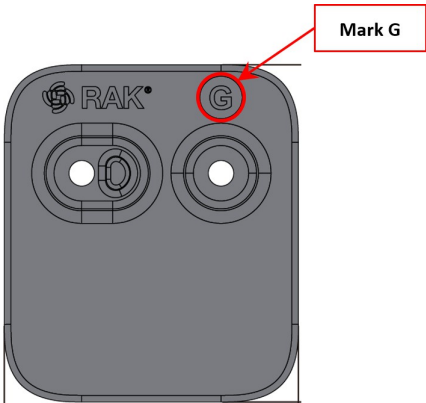

Abbildung 26: Mit dem Buchstaben G gekennzeichnetes Befestigungszubehör
1. Verwenden Sie für die Magnetbefestigung ein (1) bis zwei (2) Befestigungszubehöerteile mit einer Kennzeichnung mit dem Buchstaben **G**, wie in **Abbildung 26** dargestellt.